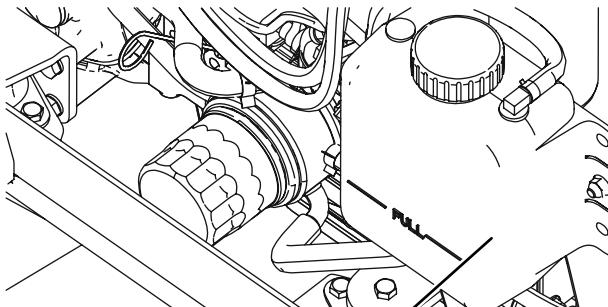

図 108
- ラジエターと補助タンクのキャップを注意深く開ける 図 108